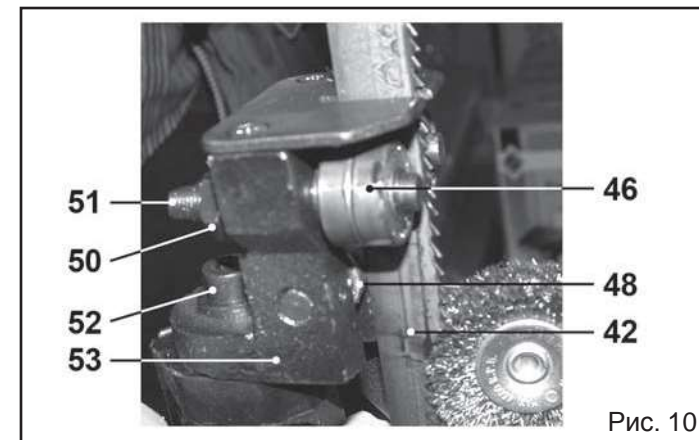

Рис. 10
9.3. Регулировка смещения пильной ленты (Рис. 10, 11)